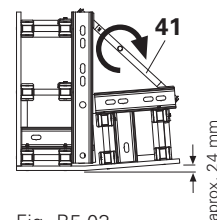

Fig. B5.03
Desapertar o fuso (41). Daqui resulta uma folga de aprox. 24 mm para descofrar. (Fig. B5.03)